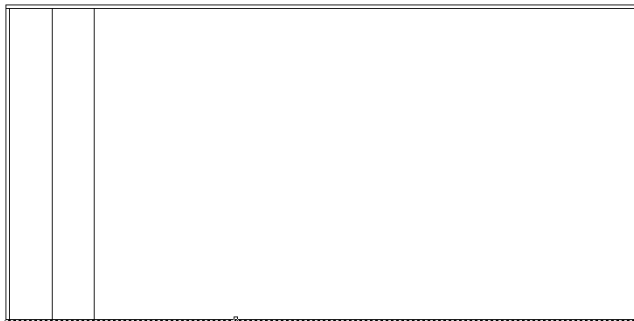

Рис. 4.9 ▼ Смещение нижней линии габаритов рабочей зоны
7. В ответ на приглашение выбрать следующую линию для смещения выберите нижнюю горизонтальную линию габаритов рабочей зоны (рис. 4.9), а затем щелкните внутри рабочей зоны, чтобы поднять ее вверх на 400 мм.